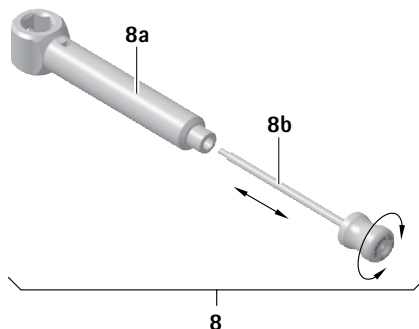

Fig. 2
- Avvitare l'astina di pulizia **8b** nell'elemento di controspunto **8a**, vedere Fig. 2.